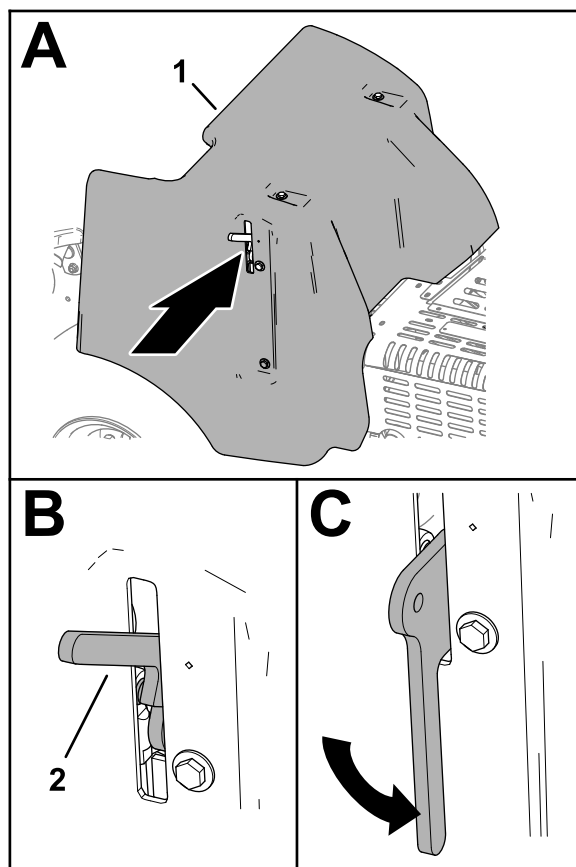

Figura 135
3. Abbassate completamente la maniglia del fermo per fissare il copricinghia (Figura 135).